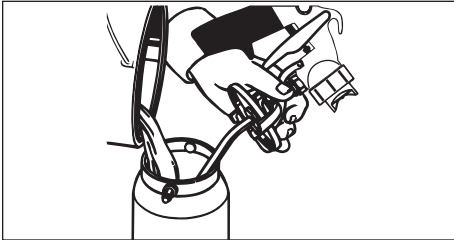

Figura 5 - Abastecimento do recipiente de tinta
- Despeje o material num recipiente de tinta. Abasteça apenas pela metade ou 3/4 se houver a necessidade de diluir a tinta. (Veja a Figura 5). Consulte o Quadro 1 para obter instruções adequadas sobre diluição.